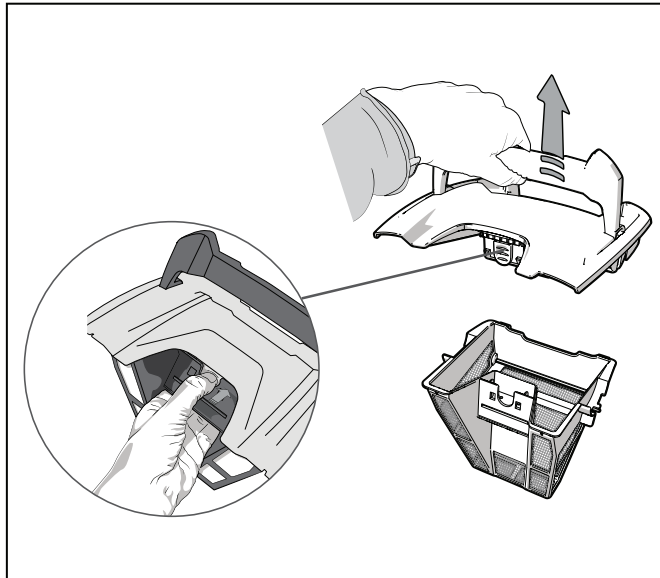

Figura 11. Retirar la tapa del depósito del filtro
4. Presione el pestillo interior y retire la tapa del depósito del filtro (Figura 11).